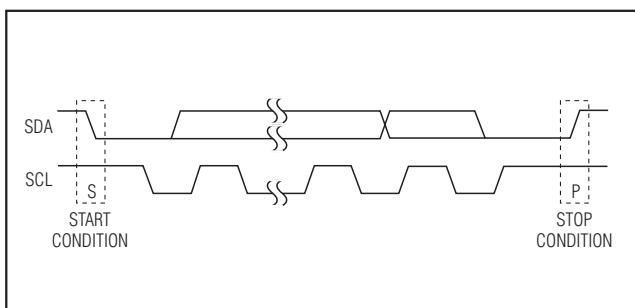

图2. START和STOP条件
每次传输过程包括：主机发送一个开始(START)条件，接下来发送MAX7322的7位从地址和R/W位，或多个数据字节，最后发送停止(STOP)条件终止传输(图2)。
串行接口空闲时，SCL和SDA均保持高电平。主机通过发出START (S)条件指示传输开始，START条件是在SCL为高时、SDA由高至低的跳变产生的。主机完成与从机的通信时，主机发出STOP (P)条件，STOP条件是在SCL为高时、SDA由低至高的跳变产生的。之后，释放总线，以进行下一次传输(图2)。